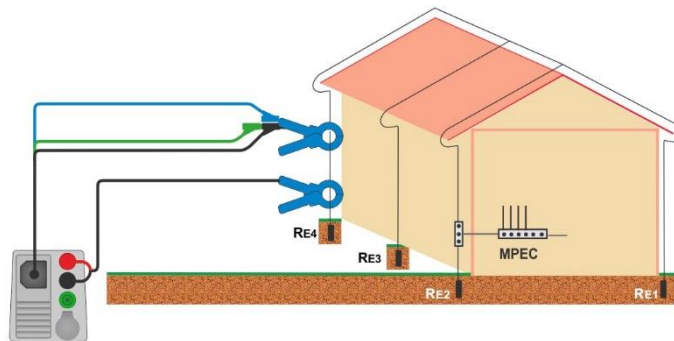

Abbildung 7.93: 2-Zangen Erdungswiderstandsmessung
- › Stromzangen am Prüfobjekt, siehe **Abbildung 7.93**.